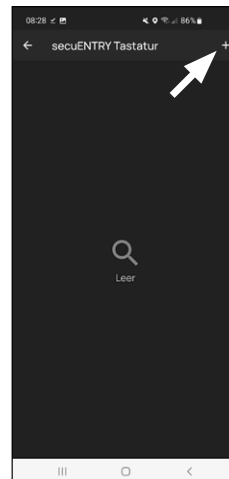

Abb. 6
- 8 Es erscheint eine Anzeige bereits angelegter Tastaturen. Bei der Ersteinrichtung ist diese leer. Um eine Tastatur zu verbinden, tippen Sie oben rechts auf das „+“. (Abb. 6).